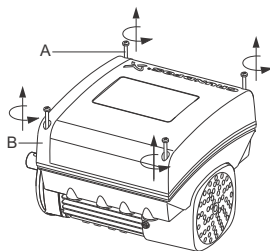

図 59 端子箱カバーの取り外し
1. 4 個のネジ (図 59、A) を緩め、端子箱カバー (図 59、B) を取り外します。
- 端子箱カバー(図 59、B)を取り付け、4 個の取り付けネジ(図 59、A)を 6 Nm で対角に締めます。